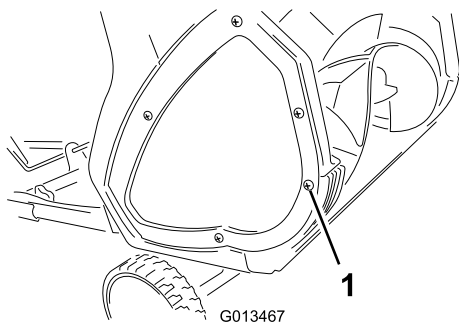
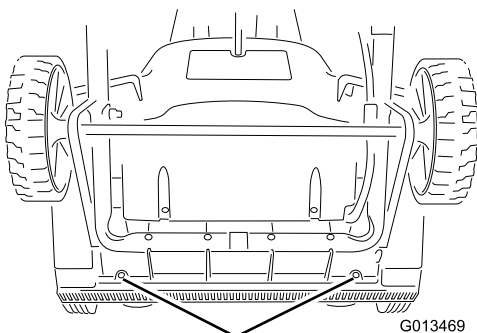

Bild 13
Bild 14
1. Entfernen Sie die Schraube an jeder Seitenplatte, mit der der Abstreifer (Bild 13) befestigt ist, und die zwei Schrauben unter der Maschine (Bild 14), mit denen der Abstreifer an der Maschine befestigt ist.